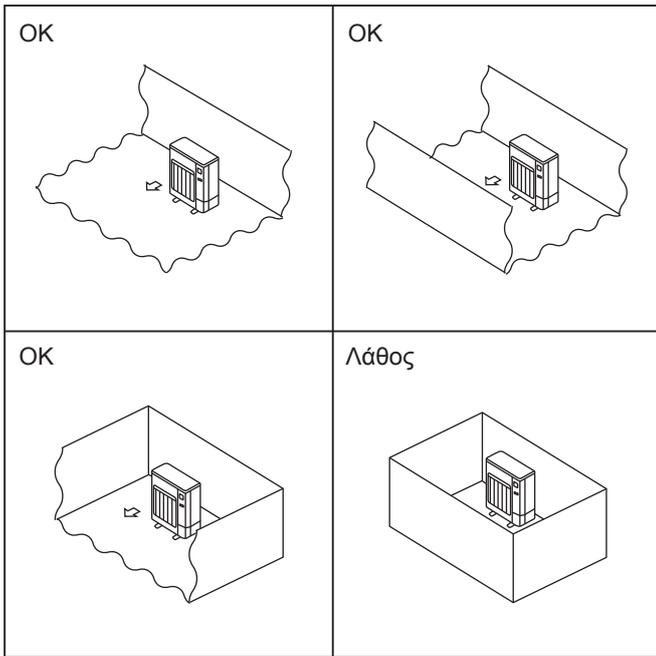

Fig. 2-2
- © Εγκαθιστάτε τις εξωτερικές μονάδες σε χώρους όπου τουλάχιστον μία από τις τέσσερις πλευρές είναι ανοικτή και σε επαρκώς μεγάλους χώρους χωρίς συμπίεσεις. (Fig. 2-2)